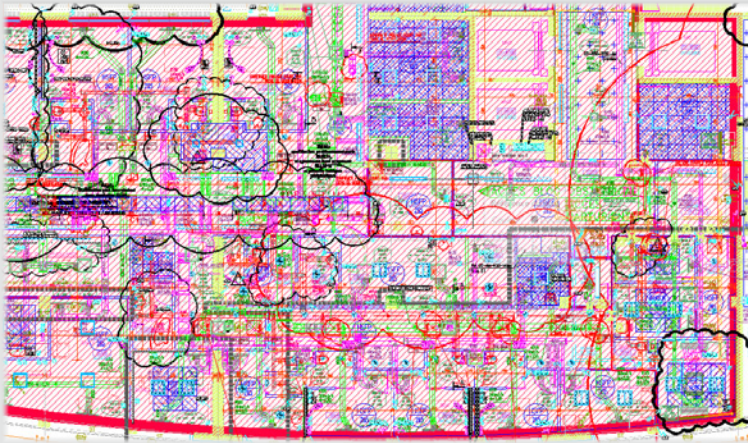

Figure 13
7. Fermons ensuite le gestionnaire de calques. Nous retrouvons notre dessin avec tous les calques actifs et visibles (voir Figure 13).